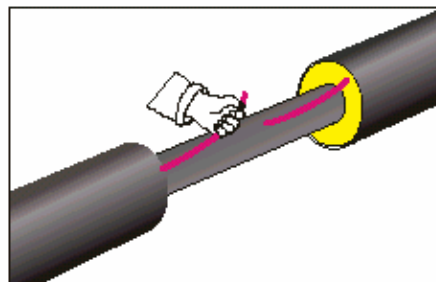

рис.10
3.4.2 Вкорочені закінчення проводів зачистити шліфшкуркою (рис. 10) та покрити паяльною мастикою.